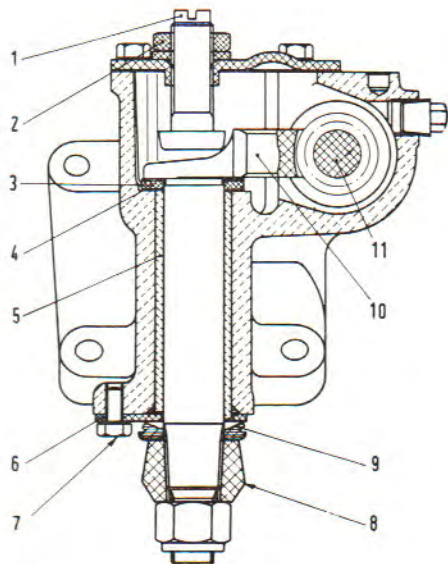

Fig. 39. Snit af styrehus.
Afmonter pitmanarmen og pakningsringen. Løsn skruen (7), som holder justerpladen (6) (fig. 39). Drej excenterbøsningen (5) og flyt dermed sektorakslen ind mod snekken ved hjælp af justerpladen. Pladen sikres igen under anvendelse af det andet tilspændingshul.
Er sektorakslens tandbue ikke centreret korrekt i forhold til snekkens akse, kan den forskydes aksialt ved montering af flere eller færre shims (4 i fig. 39) mellem sektoraksel og hus.
Sektorakslens aksialbevægelse justeres ved hjælp af skruen (1 i fig. 39). Ved de nævnte justeringer skal alt slør optages uden at styretøjet derfor går stramt.